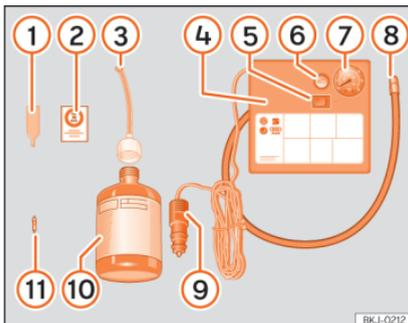

Abb. 39 Prinzipdarstellung: Bestandteile des Pannensets.
Das Pannenset befindet sich im Gepäckraum unter dem Bodenbelag. Es besteht aus folgenden Bestandteilen » **Abb. 39**:
- Ventilkappe und Ventileinsatz vom Reifenventil abschrauben. Verwenden Sie den Ventilinsatzdreher » **Abb. 39** ① zum Heraus-schrauben des Ventileinsatzes. Legen Sie den Ventileinsatz auf einem sauberen Untergrund ab.
- Reifendichtmittelflasche kräftig schütteln » **Abb. 39** ⑩.
- Schrauben Sie den Einfüllschlauch » **Abb. 39** ③ auf die Dichtmittelflasche. Die Folie am Verschluss wird automatisch durchstoßen.
- Verschlussstopfen vom Einfüllschlauch » **Abb. 39** ④ entfernen und das offene Ende ganz auf das Reifenventil stecken.
- Ventileinsatz mit dem Ventilinsatzdreher » **Abb. 39** ① wieder in das Reifenventil schrauben.
- Reifenschlauch » **Abb. 39** ⑧ des Luftkompressors fest auf das Reifenventil schrauben.
- Prüfen, ob die Luftablassschraube »» **Abb. 39** ⑥ zugedreht ist.
- Stecker »» **Abb. 39** ⑨ in die 12 Volt-Steckdose des Fahrzeugs stecken »» **Seite 165**.
- Luftkompressor mit dem EIN- und AUS-Schalter »» **Abb. 39** ⑤ einschalten.
- Kleben Sie den Aufkleber »» **Abb. 39** ② im Sichtfeld des Fahrers auf das Kombi-Instrument.
Den Reifenfüllschlauch »» **Abb. 39** ⑤ wieder anschließen und den Reifenfülldruck an der Reifenfülldruckanzeige ⑥ ablesen.